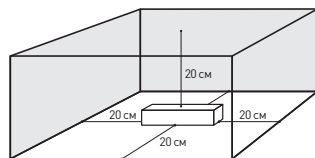

Рис. 4. Свободное пространство вокруг диммера
- 4.4. Для соблюдения температурного режима работы обеспечьте не менее 20 см свободного пространства вокруг диммера (рис. 4).